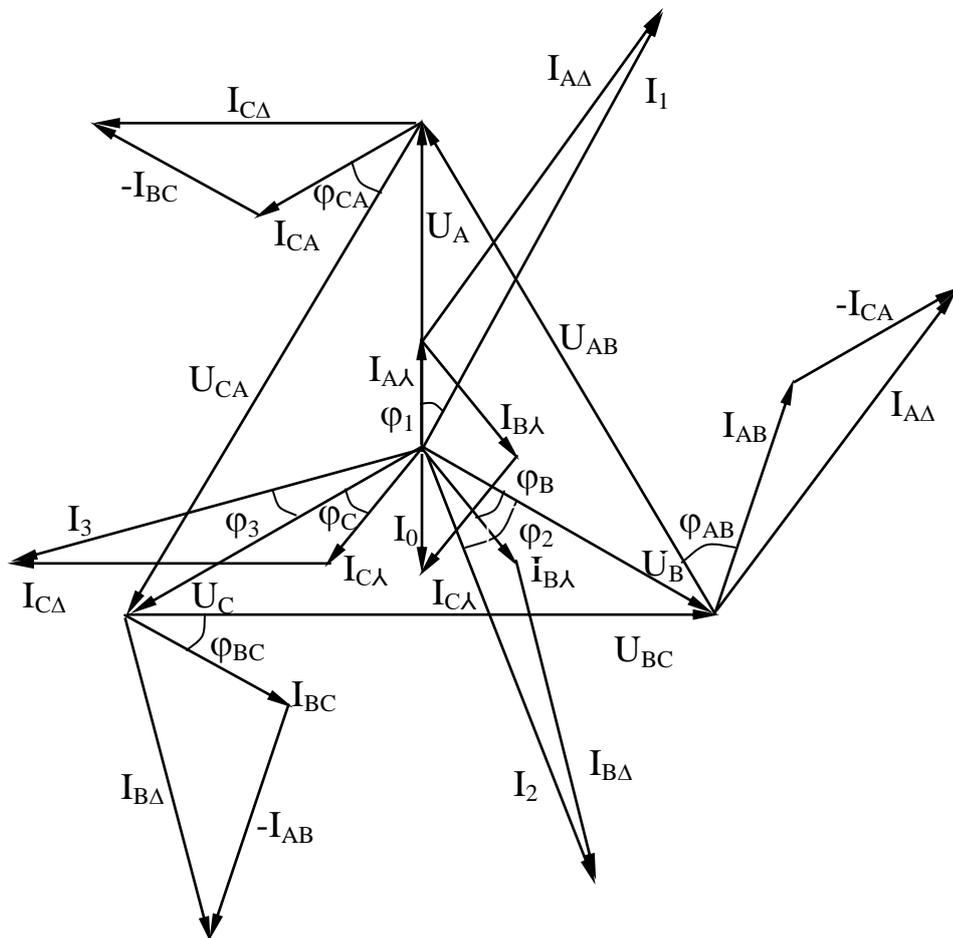

Рис.3.2 Векторная диаграмма напряжений и токов
а) векторную диаграмму начинаем строить с векторов фазных напряжений и токов потребителей, соединённых по схеме «звезда». Для этого выбираем масштаб напряжения  $m_u = 5 \text{ В/мм}$ , масштаб тока  $m_i = 1 \text{ А/мм}$ . Откладываем вектор фазного напряжения фазы А вертикально (рис 3.2). Затем относительно  $\bar{U}_A$  по направлению часовой стрелки откладываем фазные напряжения  $\bar{U}_B$  и  $\bar{U}_C$  под углом  $120^\circ$  и  $240^\circ$  соответственно. При наличии нулевого провода фазные напряжения  $U_A$ ,  $U_B$ ,  $U_C$  потребителя образуют симметричную систему напряжений. Соединив концы векторов фазных напряжений, получаем треугольник линейных напряжений  $U_{AB}$ ,  $U_{BC}$  и  $U_{CA}$  (рис.3.2).
Теперь построим вектора фазных токов относительно фазных напряжений потребителя (рис. 3.2).
В векторной диаграмме вектора токов  $I_{AB}$ ,  $I_{BC}$ ,  $I_{CA}$  строятся относительно векторов фазных напряжений  $\bar{U}_{AB}$ ,  $\bar{U}_{BC}$  и  $\bar{U}_{CA}$  (рис.3.2).
4. Из векторной диаграммы (рис.3.2) определяем ток в нулевом проводе  $I_0$  и для схемы «треугольник» линейные токи  $I_{A\Delta}$ ,  $I_{B\Delta}$  и  $I_{C\Delta}$ :
б) линейные токи  $I_{A\Delta}$ ,  $I_{B\Delta}$  и  $I_{C\Delta}$  для потребителей, соединённых по схеме «треугольник», определяются путём составления уравнений по первому закону Кирхгофа (рис. 3.2):
5. Из векторной диаграммы (рис.3.2) определим величины токов  $I_1$ ,  $I_2$  и  $I_3$ . Для этого геометрическим суммированием векторов фазных токов  $I_{A\lambda}$ ,  $I_{B\lambda}$  и  $I_{C\lambda}$  и линейных токов  $I_{A\Delta}$ ,  $I_{B\Delta}$  и  $I_{C\Delta}$  определяем показание амперметров  $A_1$ ,  $A_2$  и  $A_3$ , т.е.  $I_1$ ,  $I_2$  и  $I_3$ :
7. По данным, из векторной диаграммы (рис. 3.2), определим графическим методом активную, реактивную и полную мощности трёхфазной цепи. Для этого измерим углы  $\varphi_1$ ,  $\varphi_2$  и  $\varphi_3$  из векторной диаграммы:  $\varphi_1 = 27^{\circ}30'$ ;  $\varphi_2 = 35^{\circ}30'$ ;  $\varphi_3 = 15^{\circ}$ .